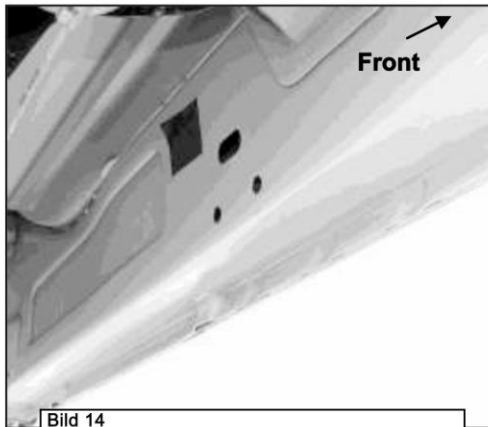
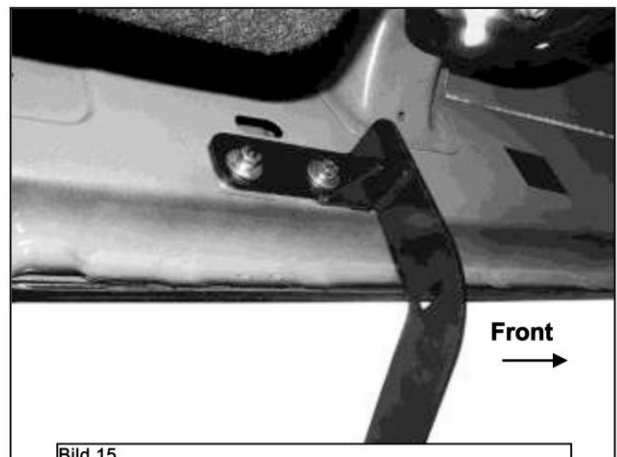
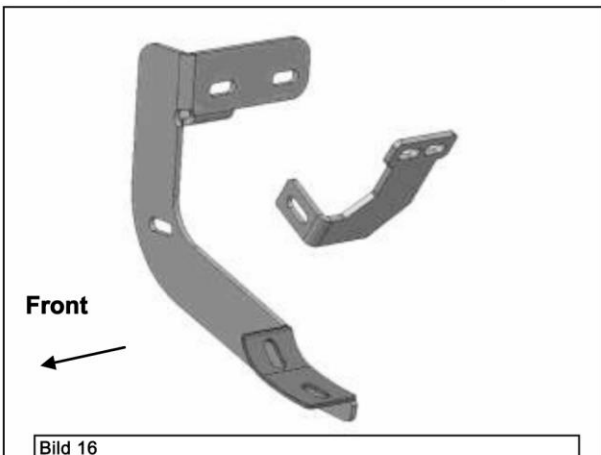

Bild 14
Bild 15
Bild 16
5. Gehen Sie nun an der Karosserie weiter zum Montagepunkt für die mittlere Halterung **(Bild 14).** Wiederholen Sie den entsprechenden **Schritt 3** um die mittlere Halterung an der Fahrerseite zu montieren **(Bild 15 & 16).** **WICHTIG:** Die vordere Halterung ist anders als die für die Mitte und Hinten (überprüfen Sie dies auf der oberen Skizze und achten Sie auf die Position der Montageplatte). Nehmen Sie nun eine der Halterungen für die Mitte/Hinten. Wiederholen Sie den **Schritt 4** um die Stützhalterung auf der Rückseite der mittleren Halterung und den Montagepunkten in der Quetschnaht, sofern diese vorhanden sind, zu befestigen **(Bild 16 & 20).**